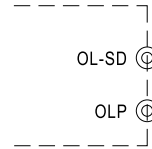

图 5.2移除CN3的短路连接器
- (2)移除CN3的短路连接器,如图5.2所示,过载保护模式为持续恒电流限制